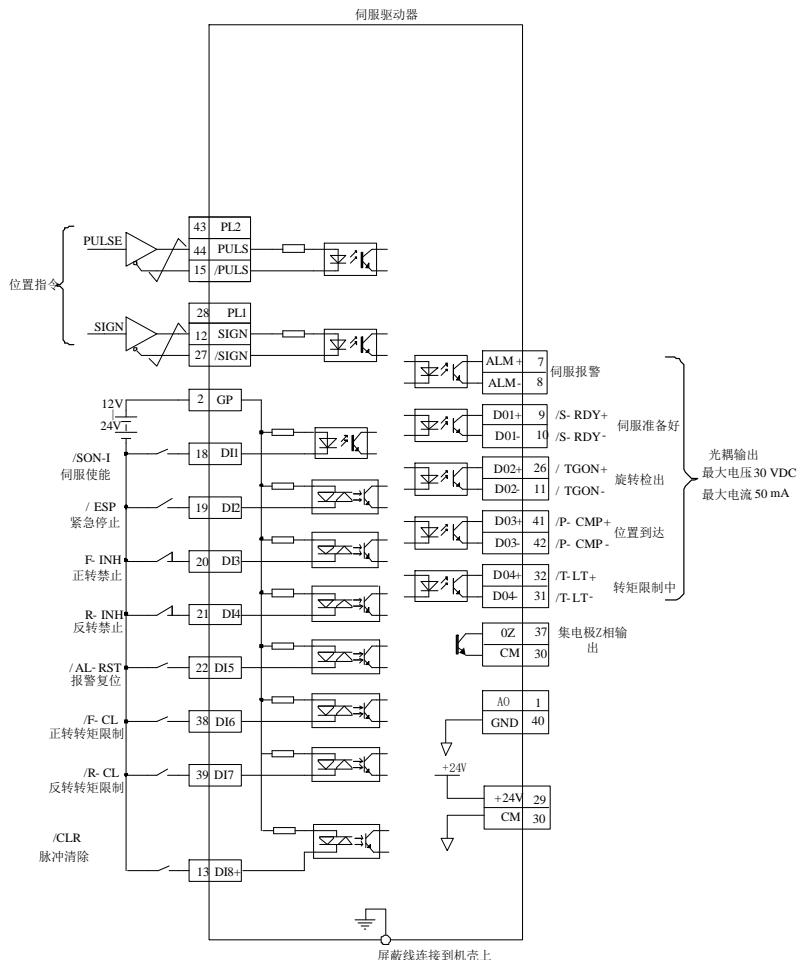
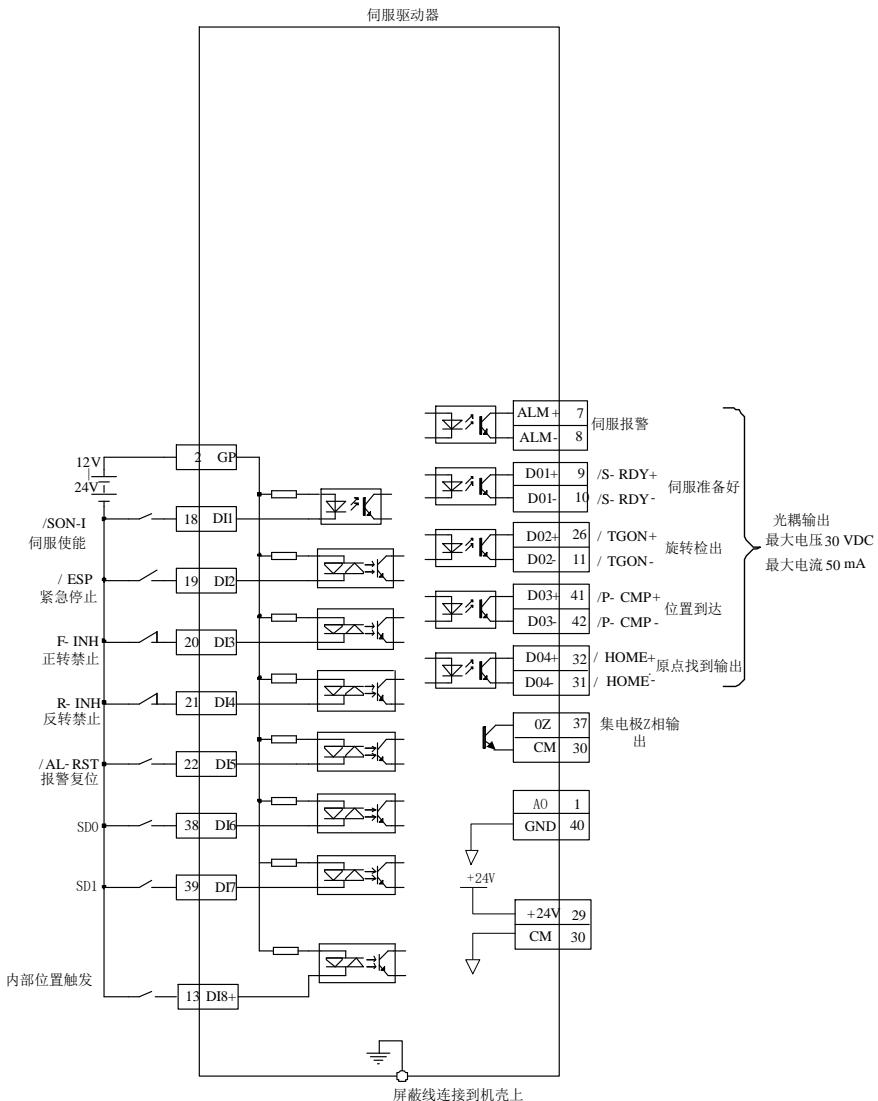

图 6.4.2 外部位置脉冲模式典型接线图
图 6.4.6 内部寄存器位置典型接线图
- ★ 参考图 6.4.2 或图 6.4.6 的配线说明，进行 DI/DO 信号的连线；